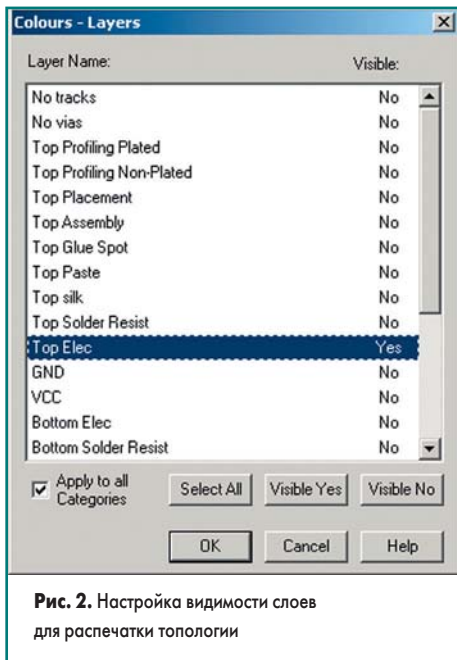

Рис. 2. Настройка видимости слоев для распечатки топологии
8. Далее в списке слоев с помощью мыши выделим слой Top Elec и нажмем кнопку Visible Yes (рис. 2).